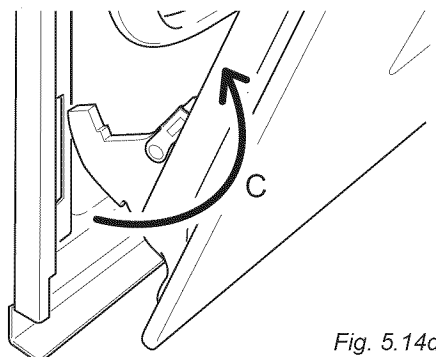

Fig. 5.14d
- Retirez les crochets des charnières de leur emplacement en suivant la flèche "C" (fig. 5.14d).